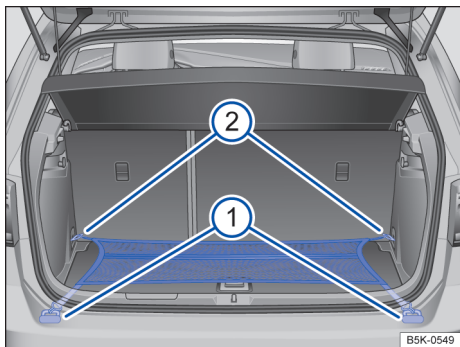

Fig. 146 No compartimento de bagagem: rede para bagagem presa de forma plana.
- Prender os ganchos da rede para bagagem nos olhais de amarração → Fig. 146 ② → ⚠️. O zíper da rede para bagagem deve estar voltado para cima.
- Prender os ganchos da outra extremidade da rede para bagagem nos olhais de amarração abaixo do canto do compartimento de carga → Fig. 146 ①.